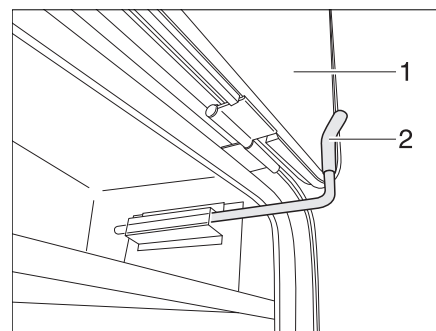

Fig. 53 Gancio di fermo sportello esterno, posizione di bloccaggio
- Aprire lo sportello esterno (Fig. 53,1) e ribaltarlo verso l'alto contro la parete del veicolo.
- Ruotare il gancio di fermo (Fig. 53,2) verso l'alto e fissare lo sportello esterno (Fig. 53,1) dietro di esso.
- Tirare il gancio di fermo (Fig. 53,2) e ruotarlo verso il basso.